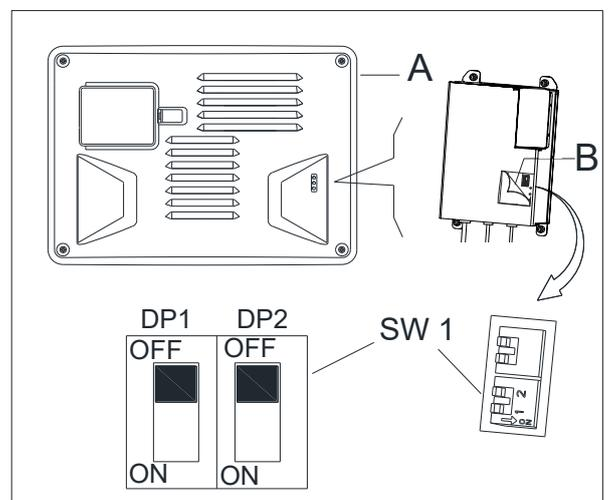

Abbildung 6.1
- Schalten Sie die Maschine aus und nehmen Sie den Deckel von der Maschine ab (A auf Abbildung 6.1). Hebeln Sie dann das Typenschild auf dem Deckel des Ladegeräts ab (B auf Abbildung 6.1). Im Ladegerät befinden sich 2 Dip-Schalter (SW1 und SW2).